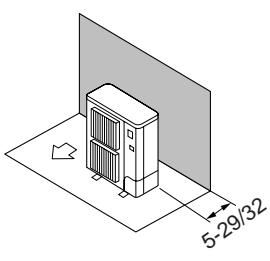

Fig. 2-2
① Obstáculos sólo en la parte trasera (Fig. 2-2)